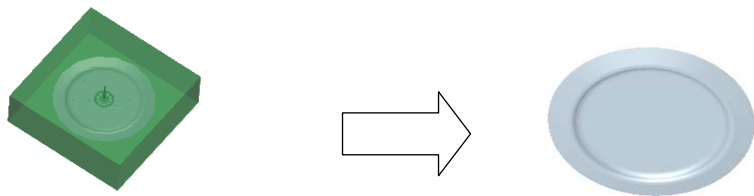

图 23.20 旋转曲面
Step3. 通过“旋转”的方法创建图 23.20 所示的曲面。
(1) 选择命令。单击 **分型面** 功能选项卡 **形状** 区域中的  旋转 按钮。
(2) 在绘图区域右击，从系统弹出的菜单中选择 **定义内部草绘...** 命令；然后选择 **MOLD_FRONT** 基准平面作为草绘平面，草绘平面的参考平面为 **MAIN_RIGHT** 基准平面，方位为 **右**，单击 **草绘** 按钮，进入截面草绘环境。